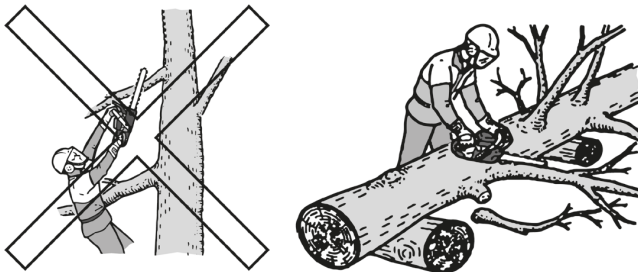

Рисунок 15. Схема обрізання малих гілок.
5.3.3.1 Обрізання малих гілок вести тільки на поваленому дереві згідно зі схемою рис. 15.